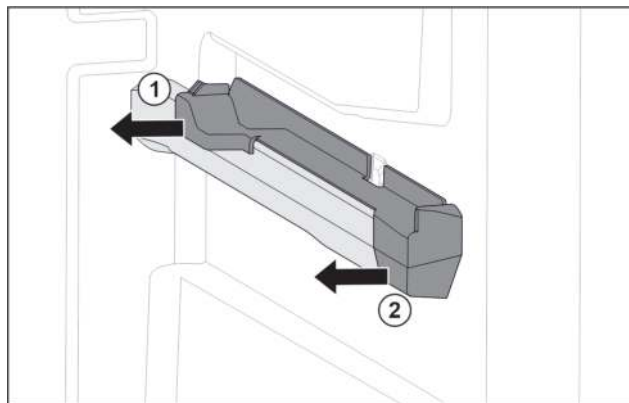

Fig. 84 Aufsteckteil auf der rechten Behälterrippe
- Aufsteckteil hinten zur Seite abziehen. Fig. 84 (1)
- Aufsteckteil vorne zur Seite abziehen. Fig. 84 (2)